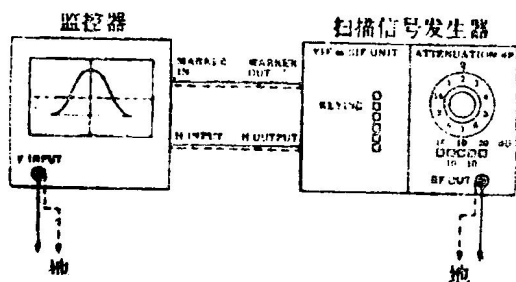

图30 测试仪器联接方法
1. 置BAND SW至VHF高段 (VH)，旋调谐旋钮使BT端的电压至 15 ± 1 伏。
4. 接VIF 扫描器至TP703，接监控电视至TP707如图30。